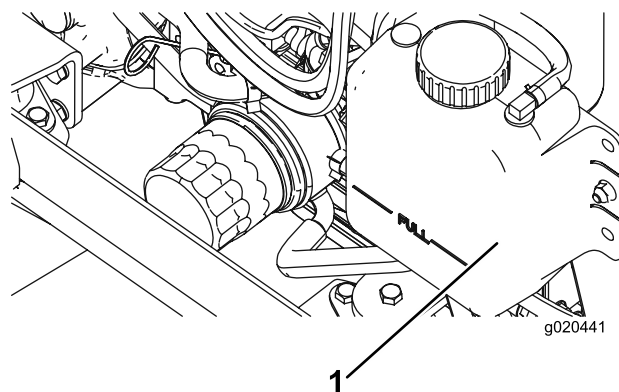

Figura 73
1. Retire cuidadosamente el tapón del radiador y el tapón del depósito de expansión (Figura 73).